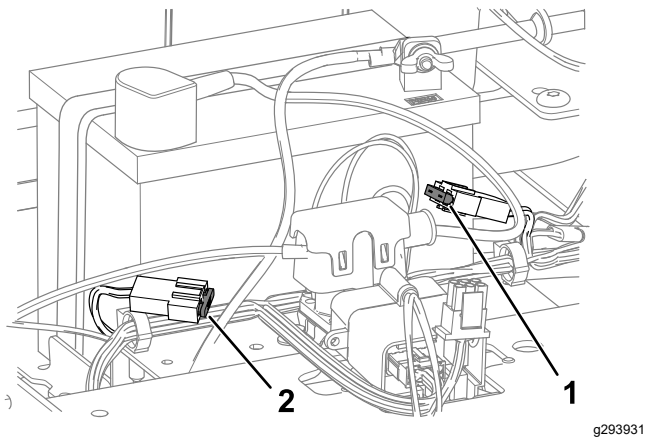

Figure 51
4. Pour remplacer un fusible, tirez dessus pour l'enlever (Figure 51).